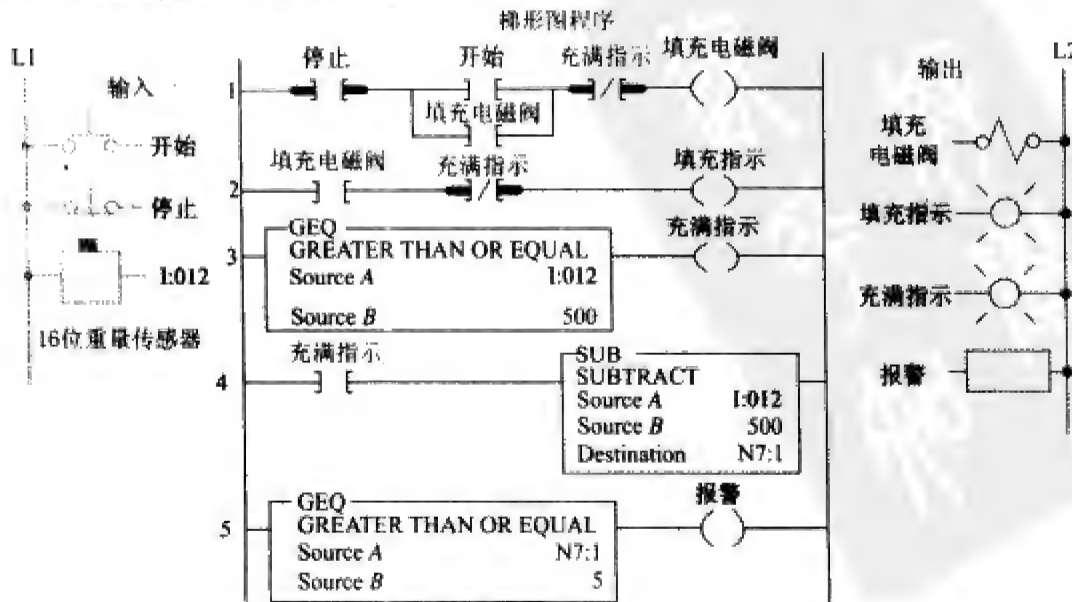

图 11-5 Allen-Bradley PLC-5 和 SLC-500 的溢出报警程序
图 11-5 所示的程序是显示如何用减法 (SUB) 指令监视容器填充溢出状态。在这个应用中，需要一个报警器，当达到设定重量 500 磅，填充系统又有 5 磅或更多的材料渗漏到容器中时，发出报警。当按下开始按钮，梯级 1 的填充电磁阀接通，梯级 2 的监视指示灯变亮，材料开始被填充进容器。梯级 3 的程序对容器填充时的重量进行连续监视。当重量达到 500 磅时，填充电磁阀被关断，填充停止。同时填充指示灯也熄灭，梯级 3 的充满指示灯变亮。这时，有 5 磅或更多原材料漏到容器中，梯级 5 中的报警器报警，并保持到溢出的重量减小到 5 磅范围以内。
(1) C5:0. ACC    (2) C5:1. ACC    (3) N7:1    (4) GEQ 指令的 Source B
2. 参考图 11-5 的填充报警程序, 回答下面的问题: